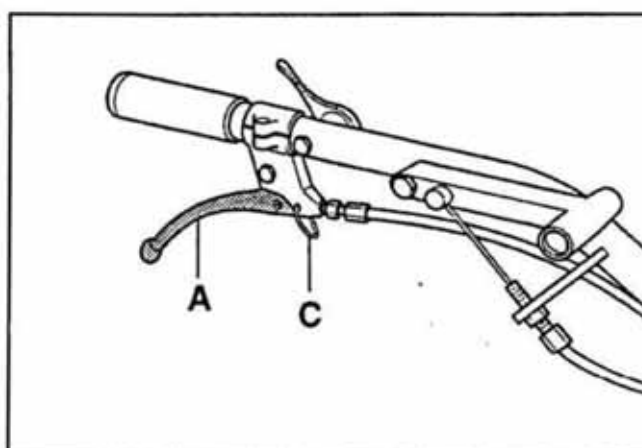

РИС. 48
- 7) Смонтируйте рычаг управления **A** (Рис.48). Установите его так, чтобы он блокировал перекрестный винт. Демонтируйте ручку.
- 9) Отрегулируйте управление, оперируя винтом остановки оболочки на рычаге управления **A** (Рис.48).
Для того, чтобы использовать тормоза в качестве парковочных, закрепите рычаг руля управления в открытой позиции, используя крючок **С** (Рис.48).